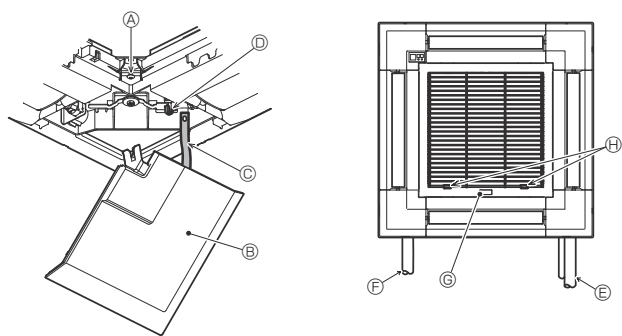

Fig. 9-11
9.7. Πώς τοποθετούνται οι γρίλιες εισαγωγής αέρα (Fig. 9-11)